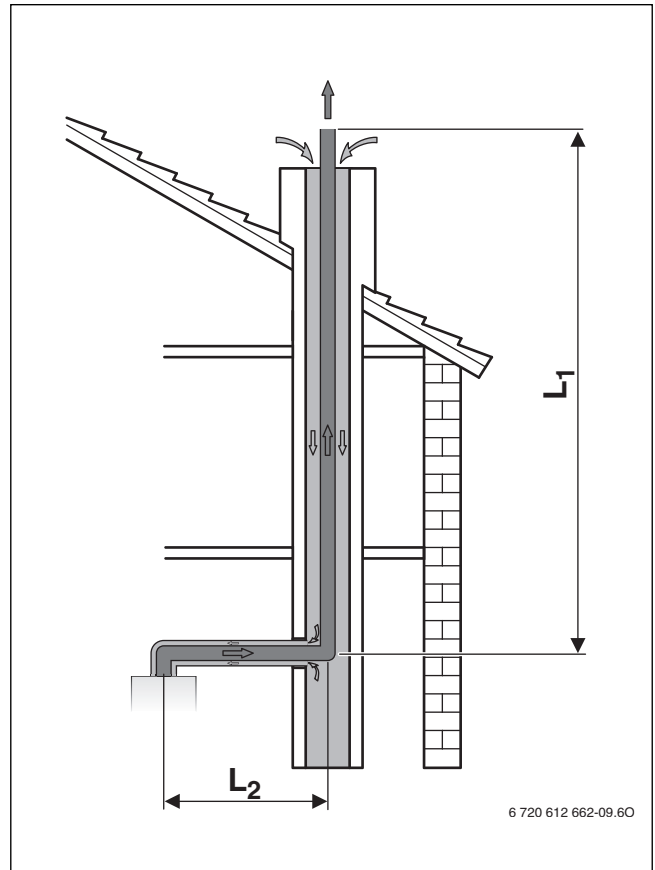

Fig. 11 Ghidarea gazelor arse în puț conform $C_{93(x)}$
- Alimentarea cu aer pentru ardere prin puț pe principiul contracurentului (C_{93(x)}, → Fig. 11):
- Dacă alimentarea cu aer de ardere se realizează printr-un puț în contracurent (→ Fig. 11), puțul trebuie curățat după cum urmează.